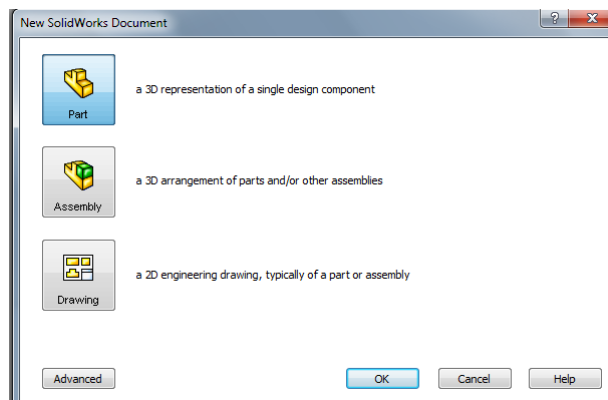

Рис. 8.1.2. Створення нового документу креслення
1. Запустіть SolidWorks. Створіть новий документ. Виберіть тип документу – ЧЕРТЕЖ (DRAWING) (рис. 8.1.2).